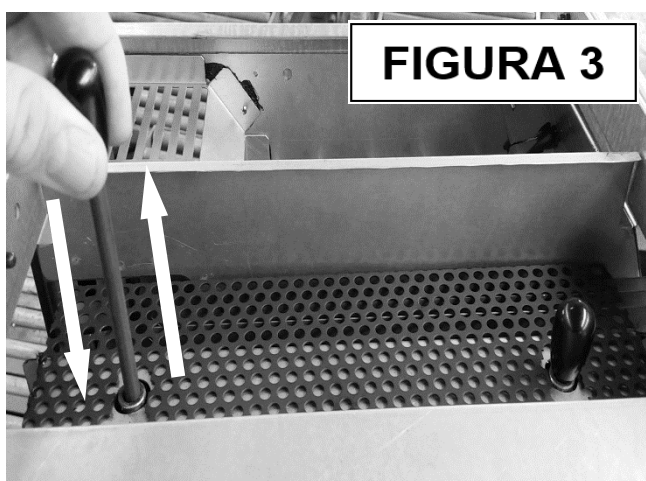

FIGURA 3
- Sollevare e fare ricadere per alcune volte le aste spazzolatubi (figura 3); per accedere alle aste raschiatubi, è necessario estrarre dapprima il coperchio del serbatoio pellet.